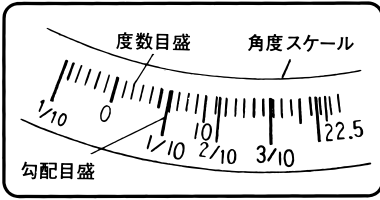

図 23
(2) 角度スケールには、度数目盛と勾配目盛が表示してあります。(図23)